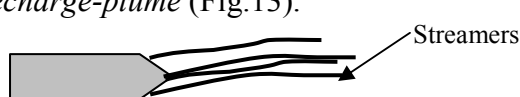

Figure 12
- Pointe-plan : longs filaments lumineux appelés « streamers » (Fig.12).